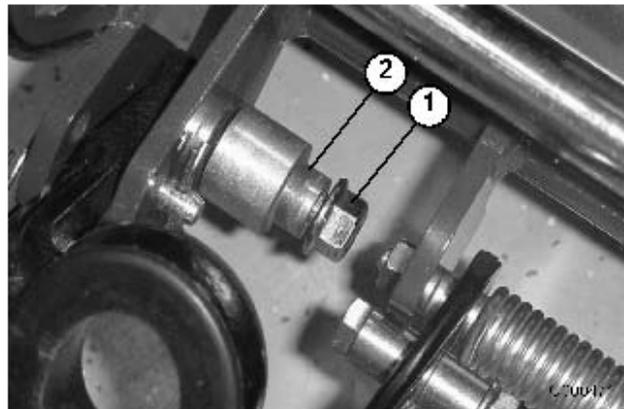

Figura 4
1. Retire a porca flangeada de bloqueio do parafuso e mova os pinos em cada um dos lados do cortador (Figura 4).